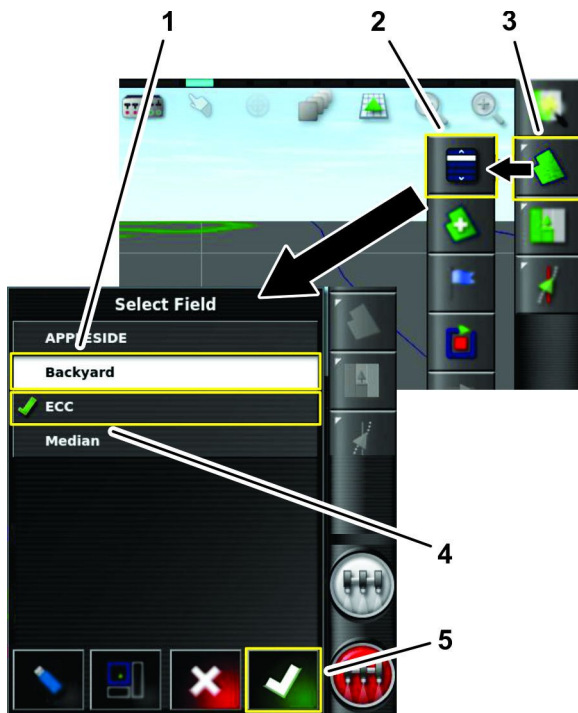

Figure 35
1. Appuyez sur l'icône Menu des champs, puis sur l'icône Choisir un champ (Figure 35).
2. Dans la liste de sélection des champs, appuyez sur l'icône Champ pour le champ qui est pulvérisé, puis appuyez sur l'icône de confirmation (Figure 35).